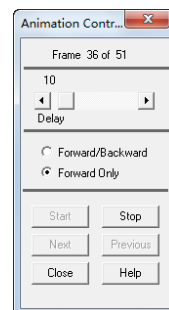

图 7-108 调节对话框
④单击“OK”按钮, ANSYS 窗口将显示上下振荡的液滴动画和“Animation Co...”调节对话框, 如图 7-108 所示, 调节对话框可以控制液滴上下振荡的速度, 单击“Close”按钮关闭该对话框。